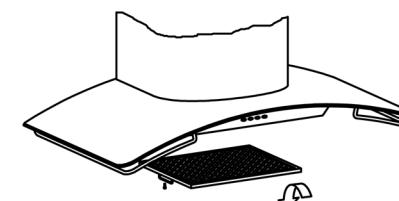

Fig.3
- **Limpieza del filtro de grasa:** En virtud del uso y como mínimo cada mes, los filtros de grasa deberán ser desmontados (Fig. 3) y lavados en lavavajillas o en agua caliente y detergente. En el caso de utilizar lavavajillas, es recomendable colocarlos en posición vertical para evitar que los restos de comida se depositen sobre el mismo. Después de haberlos enjuagado y secado colocarlos nuevamente en su lugar, actuando de forma inversa al desmontarlos.